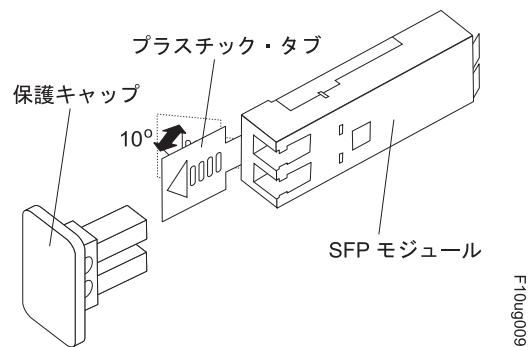

図 89. SFP モジュール・ラッチのアンロック - プラスチック・タブの場合
- プラスチック・タブが入っている SFP モジュールの場合は、175 ページの図 89 に示すように、プラスチック・タブを外側に 10° 引いて SFP モジュールのラッチをアンロックします。